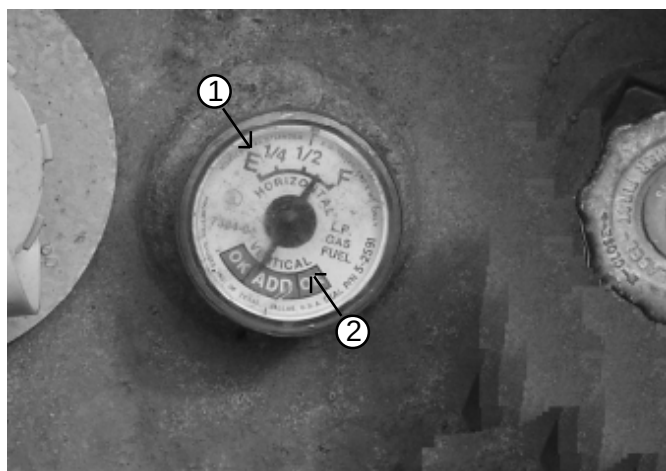

Fig. 4.6 - Bränslemätare
Gasoltankar har två (2) bränslemätare på toppen. En mäter rätt då tanken står vertikalt och den andra då tanken ligger horisontellt. Båda mätarna visar i relation till full tank. (Se fig. 4.6)